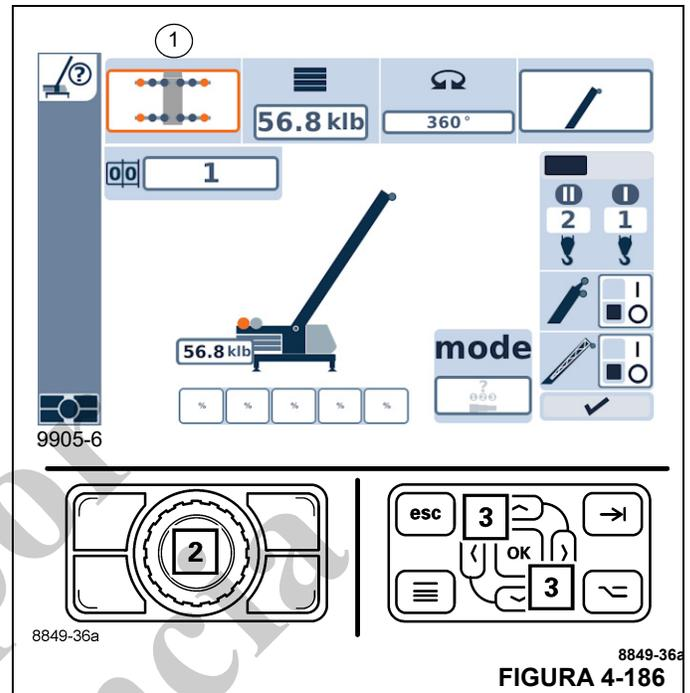

FIGURA 4-186
- Seleccione y confirme el símbolo (1, Figura 4-186).
- Use los botones (2) o (3) para seleccionar la separación entre estabilizadores.